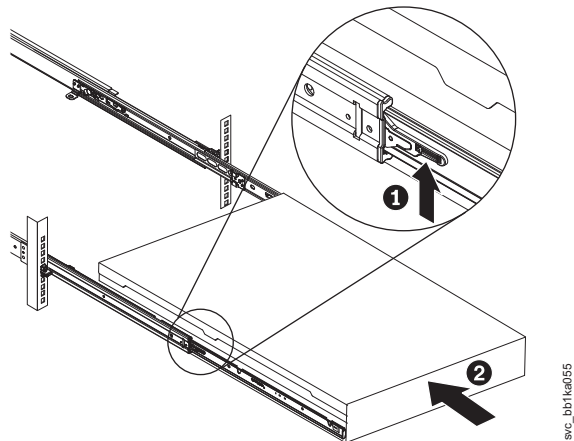

図 125. ラックのスライド・レールの SAN ボリューム・コントローラー 2145-CF8 または 2145-CG8 ロック・レバーを上げる
12. スライド・レール上のロック・レバー (158 ページの図 125 の **1**) を上げて、サーバー **2** を、所定の位置にカチッと音を立てて収まるまで、ラック内に完全に押し込みます。